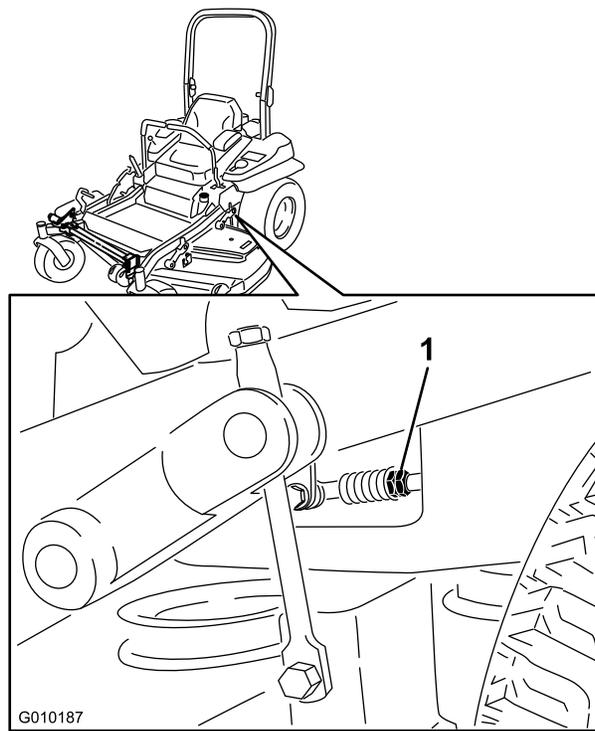

Figura 85
11. Ajuste la longitud de las varillas de control de las bombas girando las tuercas dobles de la varilla en el sentido apropiado, hasta que las ruedas se muevan ligeramente en marcha atrás (Figura 85).